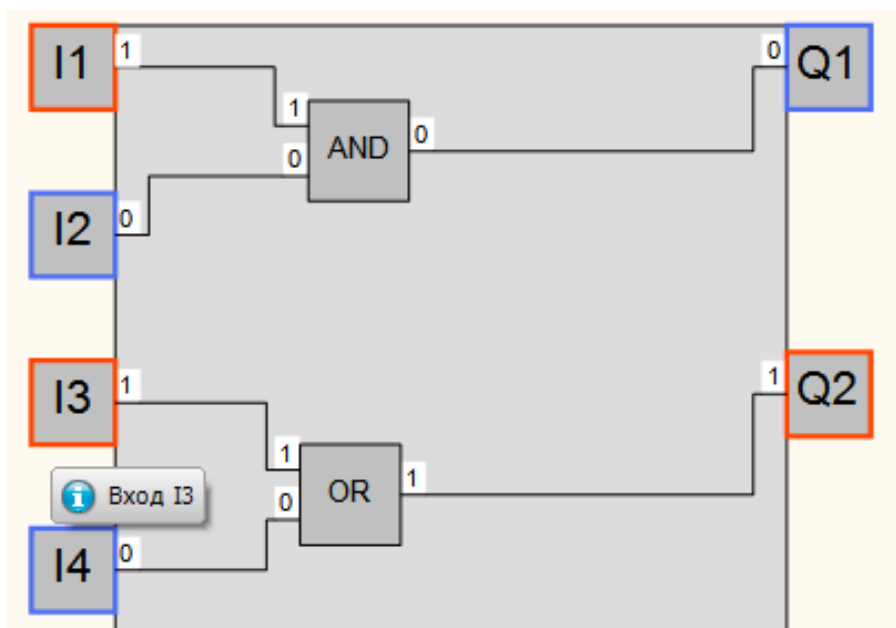

Рисунок 12.6 – Пример моделирования коммутационной программы
- 2) задание значений входных сигналов, используя нажатие на блоке входов (рисунок 12.6);